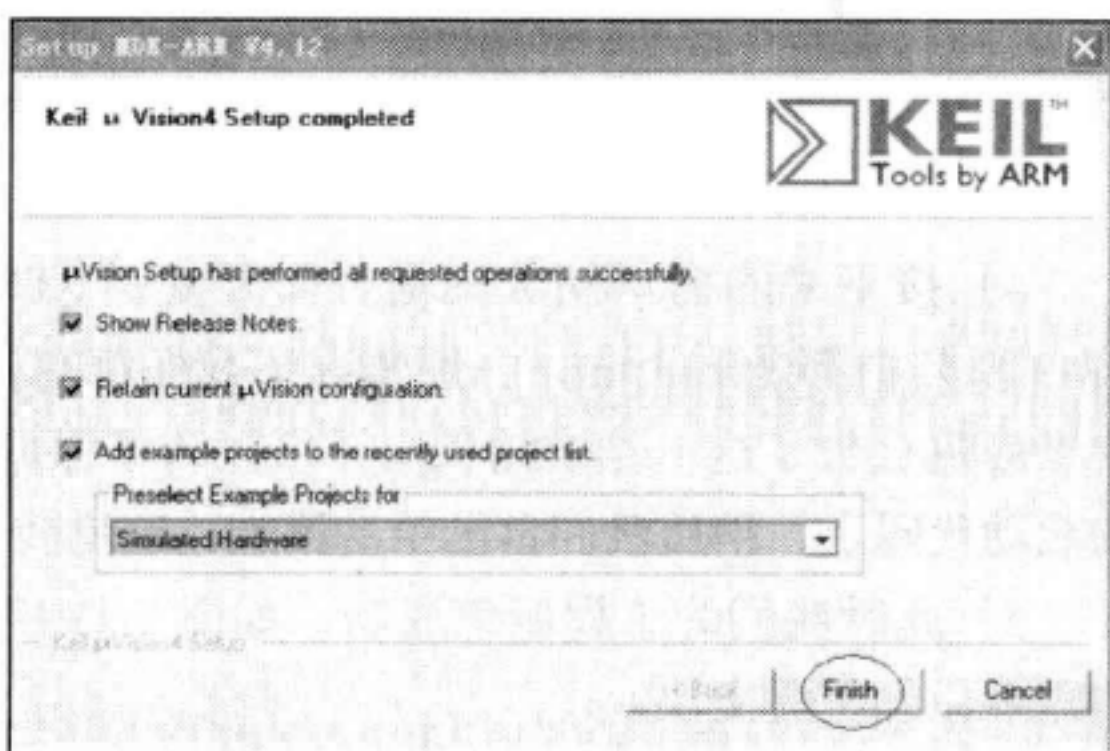

图 3-6 安装步骤 6
- 6) 点击 Finish 按钮, 安装完成, 如图 3-6 所示。